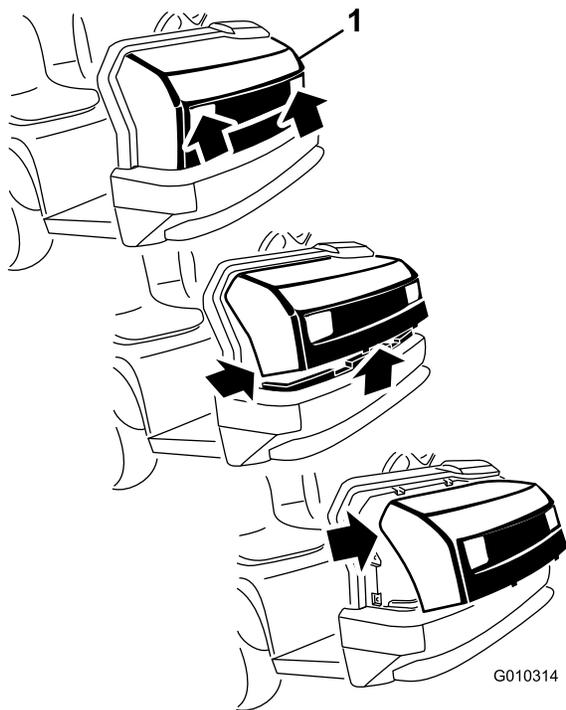

图35
1. 通过大灯开口抓住机罩的同时提起机罩以便从机架槽中松开下安装凸耳 图35。
2. 将机罩的底部向上旋转直至可将上安装凸耳从机架槽中拉出 图35。
3. 将机罩的顶部向前旋转从大灯上拔出电线接头 图35。
2. 将顶部安装凸耳插入机架槽中 图35。
3. 将下部安装凸耳插入机架槽中 图35。